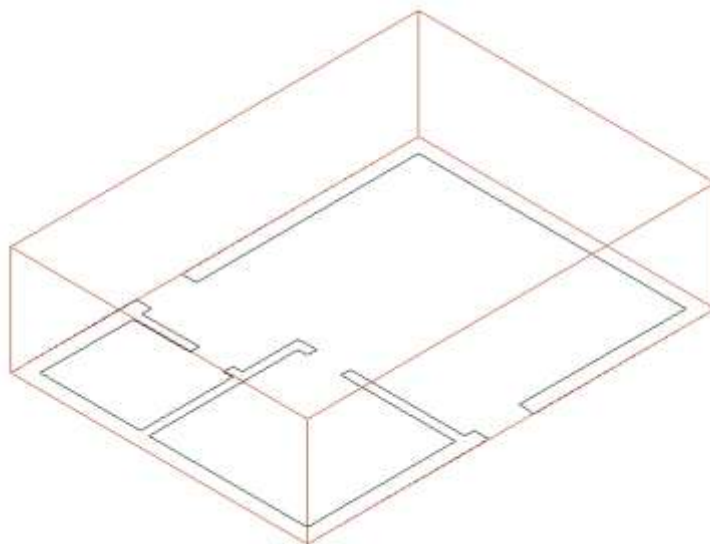

Рис. 9.1
2. Выполните команду *Главная - Моделирование- Ящик*. Укажите нижний левый угол стен на плане, затем верхний правый. В КС (командной строке) *Высота*: введите с клавиатуры 29.3 - Enter. Ящик нарисован поверх всего плана дома и отображен в виде проволочного каркаса (Рис. 9.1).